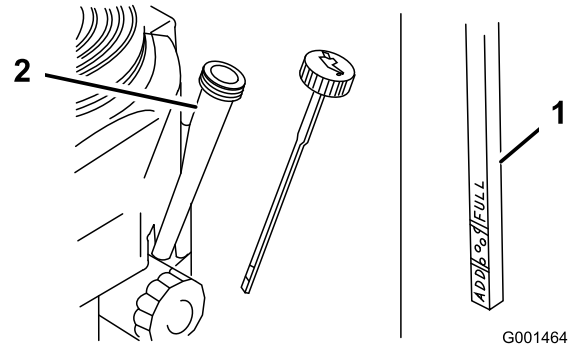

Figura 31
4. Limpie alrededor de la varilla de aceite (Figura 31) para impedir que caiga suciedad por el orificio de llenado y cause daños en el motor.
5. Desenrosque la varilla de aceite y limpie el extremo (Figura 31).
6. Deslice la varilla a fondo en el tubo de llenado, pero no la enrosque en el tubo (Figura 31).
- Vierta lentamente un 80% aproximadamente de la cantidad especificada de aceite por el tubo de llenado (Figura 31).